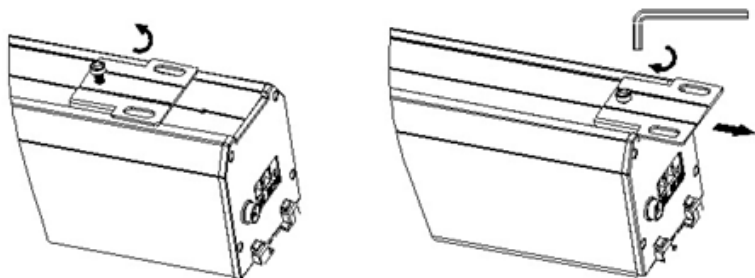

Figura 2
- Afloje los tornillos de la placa de montaje en la parte superior de la carcasa de la pantalla. Deslice las placas de montaje hacia los extremos de la carcasa y vuelva a apretar firmemente los tornillos (figura 2). Asegúrese de que los orificios para las varillas roscadas no quedan obstruidos por la carcasa.